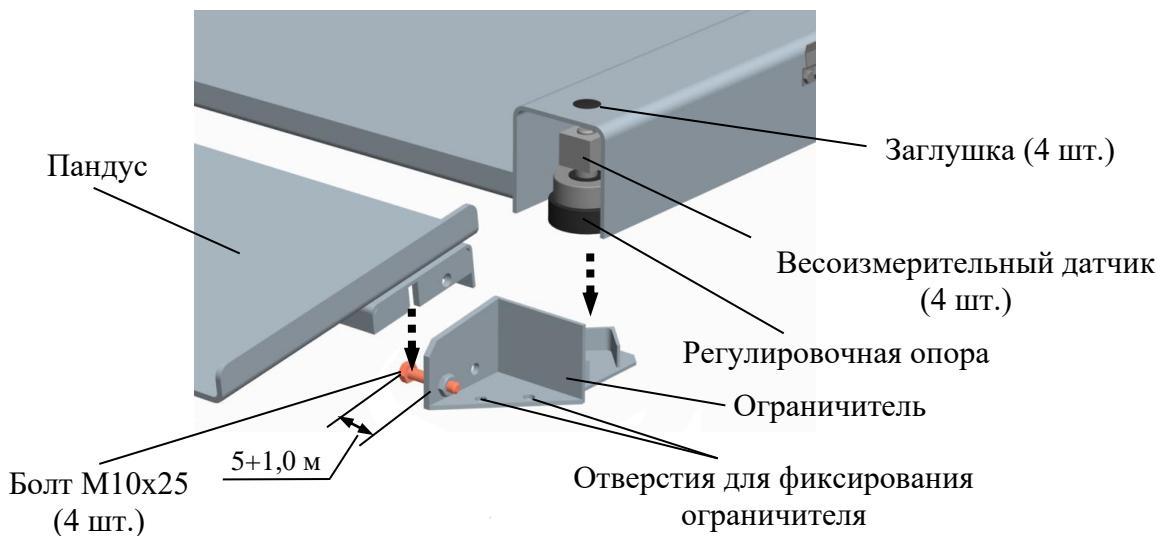

Рисунок 4.2 – Сборка модуля взвешивающий 4D-LA
4.3.3 Отрегулируйте болты в ограничителе так, чтобы зазор между головкой болта и стенкой ограничителя был $5+1,0$ мм (см. рис. 4.2).
4.3.4 Поочередно приподнимая каждый из четырех углов платформы, подложите ограничители под регулировочные опоры датчиков и установите пандусы (см. рис. 4.2).
При необходимости зафиксируйте ограничитель болтами M10 (8 шт.) через отверстия (см. рис. 4.2).